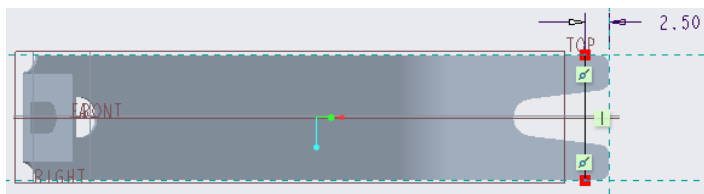

图 5-66 绘制折弯线
- (5) 绘制图 5-66 所示的折弯线, 单击  (确定) 按钮。